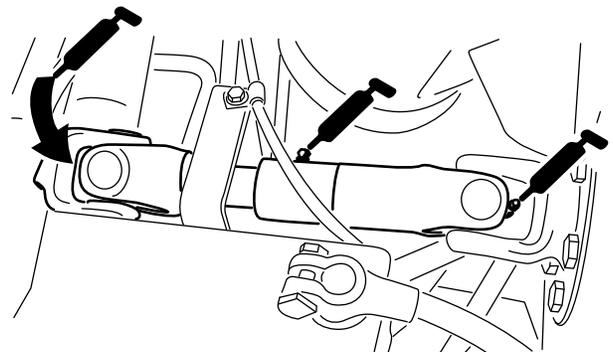

Figura 53
- Articulación de cardán del árbol de transmisión de la bomba (3) (Figura 53).